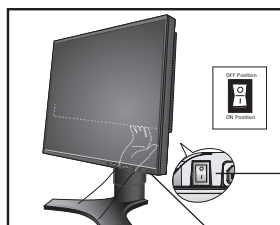

Figure 9 Alimentation Bouton
- L'interrupteur de vacances à l'arrière du moniteur près de l'entrée AC doit être sur la position ON (Marche) pour que le moniteur fonctionne (Figure 9).